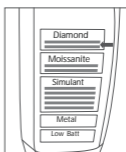

Abb. 7b
7. Während der Kalibrierung leuchten die Anzeigen für „Simulant“ (Imitat), „Moissanite“ (Moissanit) und „Diamond“ (Diamant) allmählich auf und es werden regelmäßige Tonsignale ausgegeben. Die LED-Anzeige „Diamond“ (Diamant) zeigt dabei das Ende des Kalibriervorgangs an, wie in Abb. 7b gezeigt.